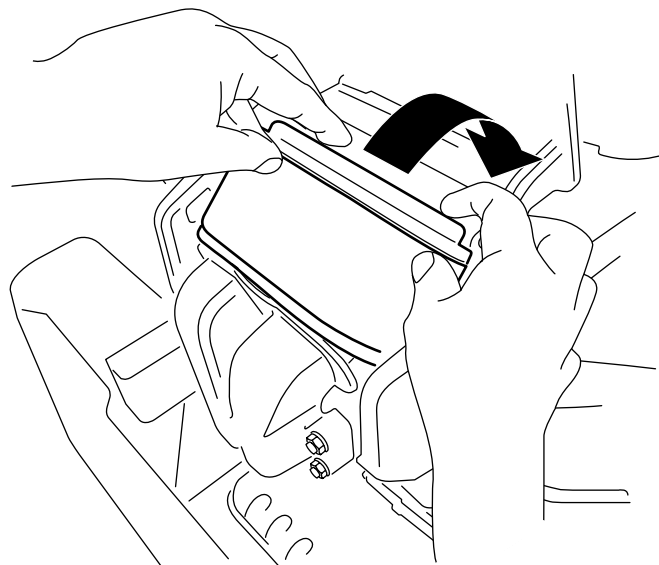

Figure 71
3. Tournez le filtre pour l'insérer dans la chambre et enfoncez-le complètement contre le collecteur (Figure 71).